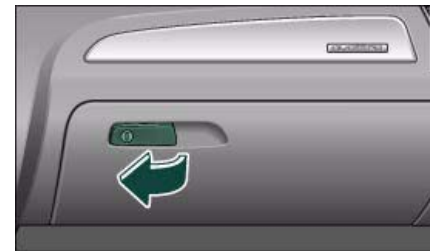

Fig. 75 Guantera ▶
- Para abrir la guantera, tire de la empuñadura que hay en la tapa en la dirección de la flecha ⇒ *página 69*, fig. 75 y abra la tapa hacia abajo.